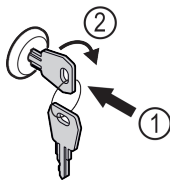

Fig. 102
- ▶ Uvucite ključ Fig. 102 (1).
- ▶ Okrenite ključ za 90° nadesno Fig. 102 (2).